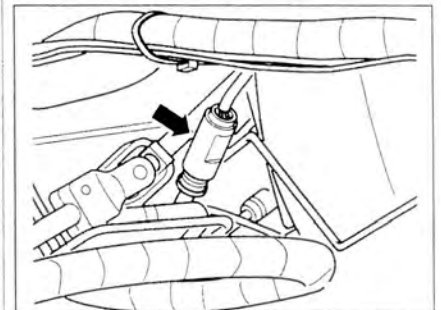

Рис. 2.13. Отсоедините разъем проводки от датчика кислорода (стрелка) и отсоедините переднюю часть выхлопной трубы с датчиком кислорода.
29. Отсоедините разъем проводки от датчика кислорода (стрелка) и отсоедините переднюю часть выхлопной трубы с датчиком кислорода (рис. 2.13).